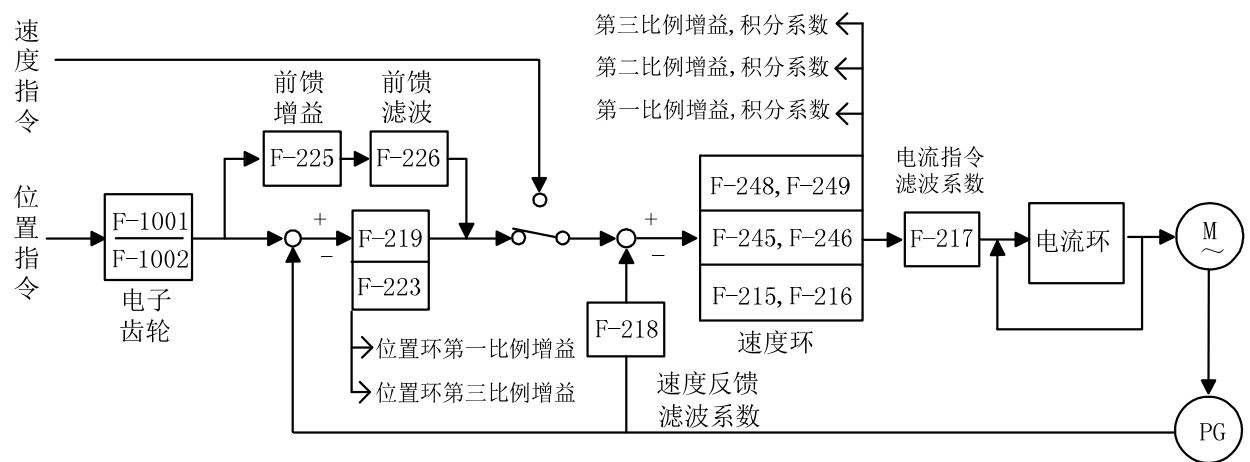

图 6-1 基本性能参数调整图
- 图 6-1 为伺服单元性能参数调整图，用户在使用过程中，可能因为电动机或负载的不同，需要依据图 6-1 原理对部分参数进行适度调整，以达到电动机最佳的工作状态。
- 一般来讲，图 6-1 中的参数应先调整速度环，再调整位置环。（电流环参数出厂已经优化，用户不需要调整。）